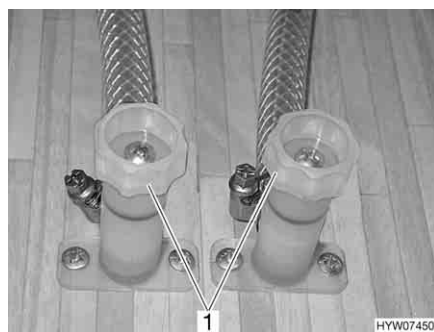

Fig. 106 Rubinetti di scarico per scaldacqua
- Chiudere i rubinetti di scarico. Ruotare i coperchi (Fig. 106,1) in senso orario. Ubicazione vedi capitolo 10, "Posizione dei rubinetti di scarico".
- Aprire i rubinetti di scarico dello scaldacqua. A tal fine ruotare i coperchi (Fig. 106,1) in senso antiorario.